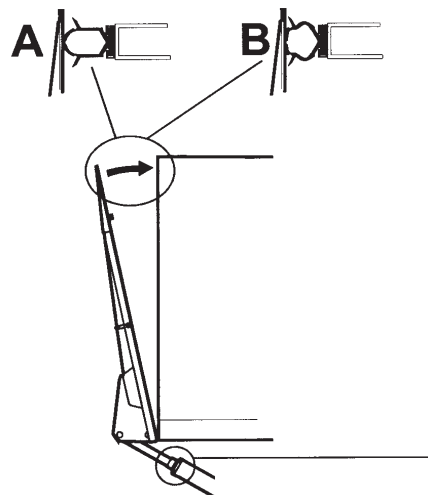

Bild 35. Justering av anliggning mot påbyggnad
4. Vrid justerhylsan så att plattformen går precis mot tätningen på påbyggnationen. Bild 35.
9. Justera båda cylindrarna växelvis så att plattformen går mot påbyggnationen, se Bild 35 (B).